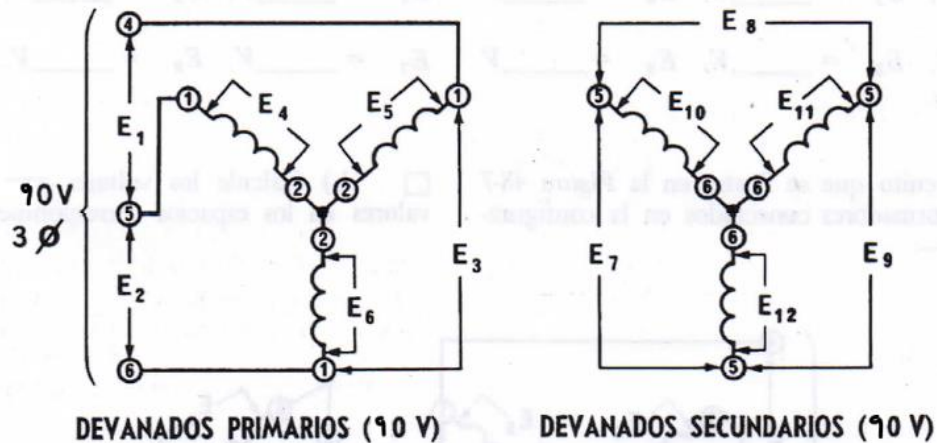

Figura 48-6
2. a) El circuito que aparece en la figura 48-6 tiene tres transformadores conectados en una configuración estrella-estrella